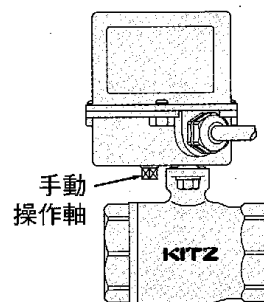
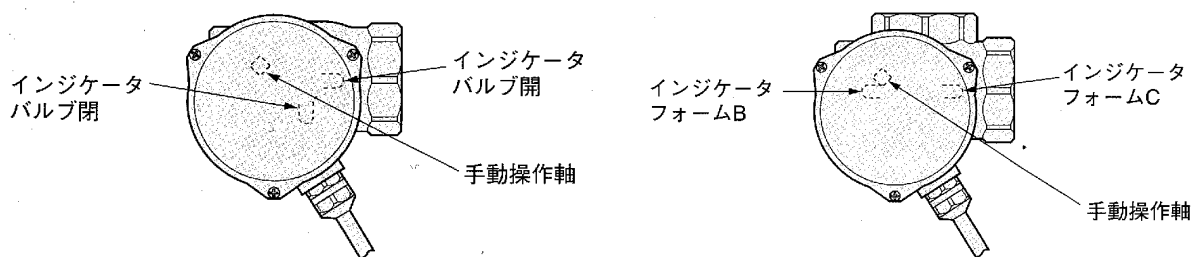

図 31
図 32
- ① 手動操作軸は図 31 のとおりアクチュエータ下部にあります。
- ② 手動操作軸 (φ5.7)を、モンキーレンチ等を使用しゆっくり回します。
- ③ 図 32 はアクチュエータの上部から見た図で、O・S 及び操作方向矢印は、アクチュエータの下面に表記されています。